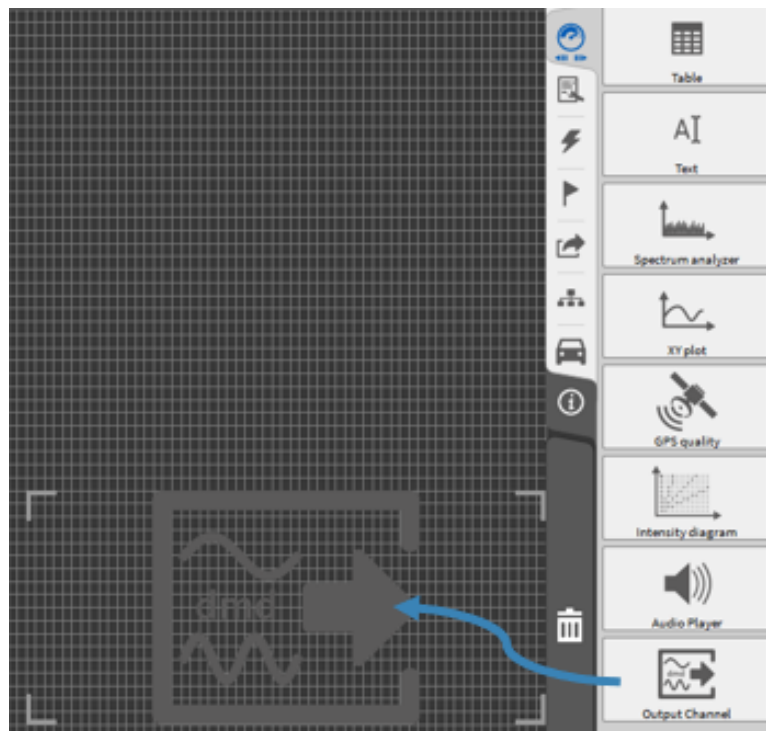

Abb. 4.13: Verwendung des Stream Output Instruments auf dem Messbildschirm
- Um Kanäle einer zuvor aufgezeichneten OXYGEN-Datei wiederzugeben, öffnen Sie den Messbildschirm und das kleine Instrumenten-Menü. Ziehen Sie das Stream Output Instrument auf Ihren Messbildschirm, wie in Abb. 4.13 dargestellt. Adaptieren Sie die Größe des Instruments und platzieren Sie es an einer gewünschten Stelle.